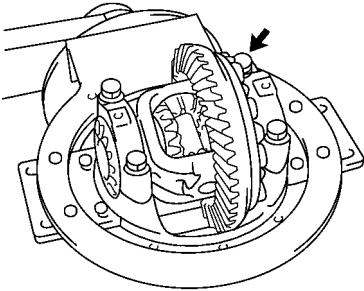

图 14-139 用手完全旋紧 4 个轴承盖螺栓
1) 将 4 个轴承盖螺栓旋紧到规定的力矩，然后旋松它们直到能用手转动为止，再用手完全旋紧 4 个轴承盖螺栓，如图 14-139 所示。